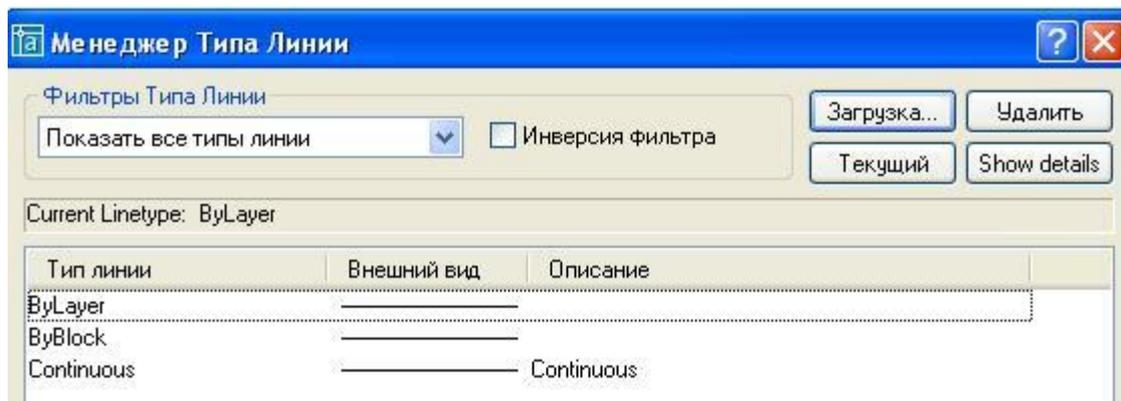

Рис.1.3 Диалоговое окно Менеджера типов линий
3. в открывшемся диалоговом окне **Менеджера типа линий (Linetype Manager)** щелкнуть на кнопке **Загрузка** (Рис. 1.3).